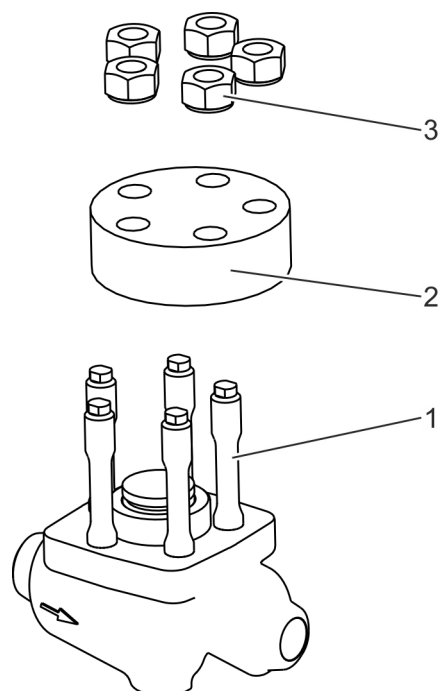

Fig. 10: Poner la tapa de retención
- 11.**▶ Ensarte la tapa de retención (Fig. 10/2) en los espárragos roscados (Fig. 10/1) del cuerpo de la válvula con ayuda de otra persona.
- 12.**▶ Enrosque las tuercas (Fig. 10/3) en los espárragos roscados (Fig. 10/1) sin apretarlas del todo.